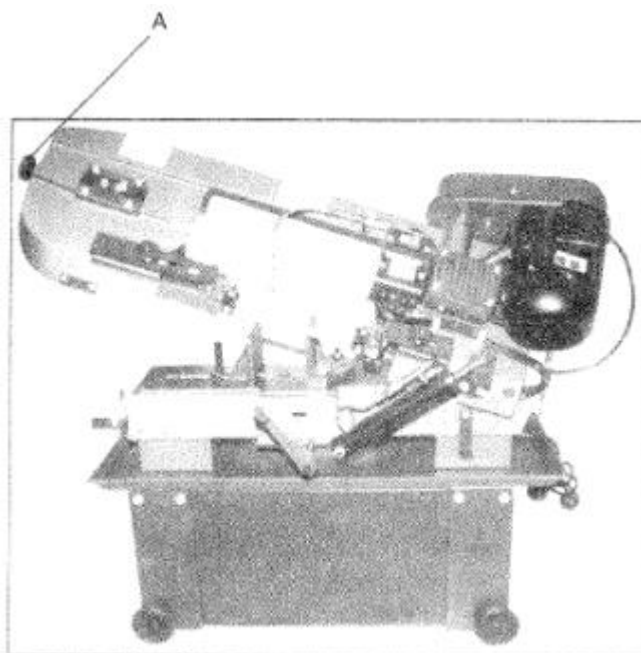

Рис. 9
3. Повернуть регулятор натяжения (А на рис. 9) от 1 $\frac{3}{4}$ до 2 оборотов по часовой стрелке.